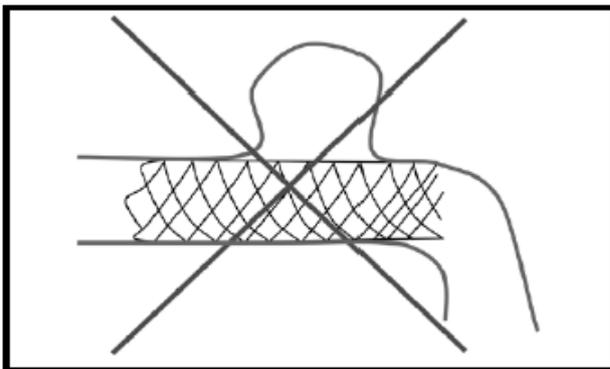

Fig. 8: Posicionamiento *incorrecto* del extremo proximal del DERIVO® 2 Embolisation Device en la curva
- Los extremos del DERIVO® 2 Embolisation Device deben situarse siempre en secciones rectas del vaso (véanse las figs .8 y 9).